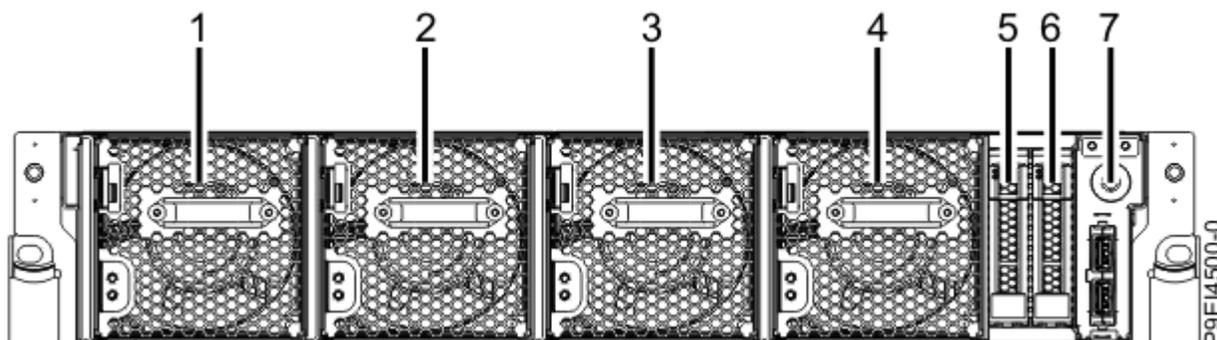

Figura 19. Localizações das unidades; posições 5 e 6
1. Determine a ranhura onde pretende instalar uma unidade de disco. As ranhuras de unidade de disco estão localizadas na parte anterior do sistema nas posições 5 e 6, como é mostrado na Figura 19 na página 21.